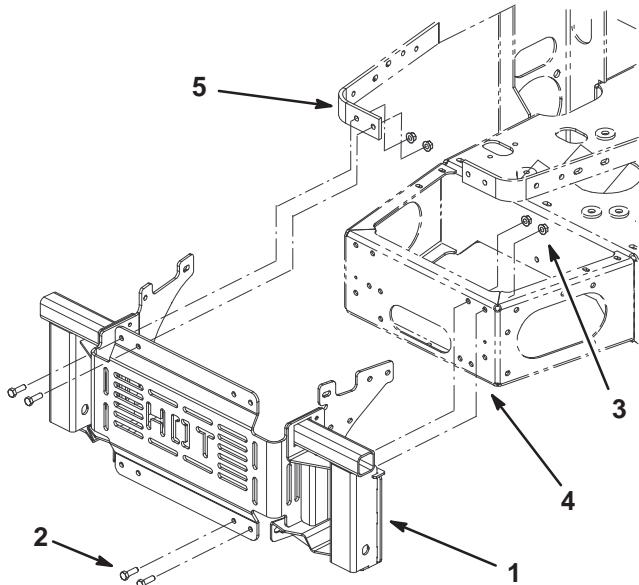

Bild 6
1. Befestigen Sie die Befestigungshalterung des Heckfangsystems lose mit acht Schrauben (5/16 x 1 Zoll) und acht Bundmuttern (5/16 Zoll) an der hinteren Stoßstange und den Motorhaubenriemen (Bild 6).